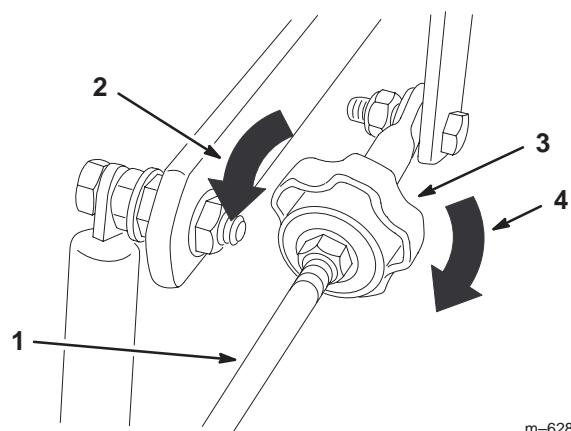

Figure 61
4. Pour que la machine tire à droite, tournez le bouton vers la droite de la machine (voir la figure 61).
5. Pour que la machine tire à gauche, tournez le bouton vers la gauche de la machine (voir la figure 61).